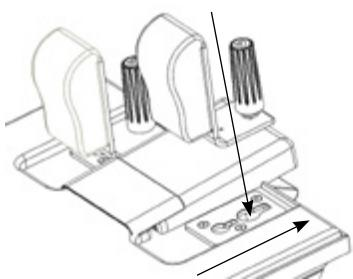

Figura 1
- En la parte inferior de las hombreras sobresalen dos pernos. Éstos encajan en la base y fijan el apoyo de las hombreras. Desplazar hacia abajo las hombreras hasta hacer coincidir los pernos con los orificios de la base del carro. Deslizar las hombreras lejos de la base del carro hasta hacer tope. Ver la figura 1.